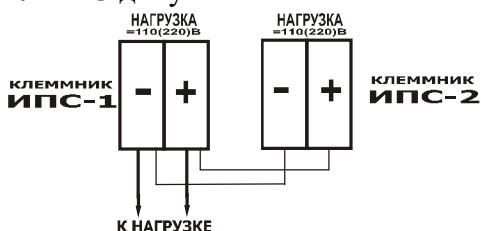

Рис.4
**6.7. ИПС** допускает включение на параллельную работу (см. рис.4)